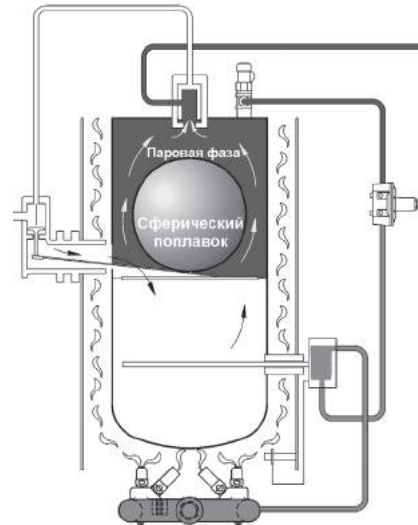

Рис. 5.3. Схема работы испарителя прямого горения («директ файр»)
- открытым пламенем (прямого горения, «директ файр»), когда под действием тепла от горелки нагревается сосуд с СУГ (рис. 5.3).